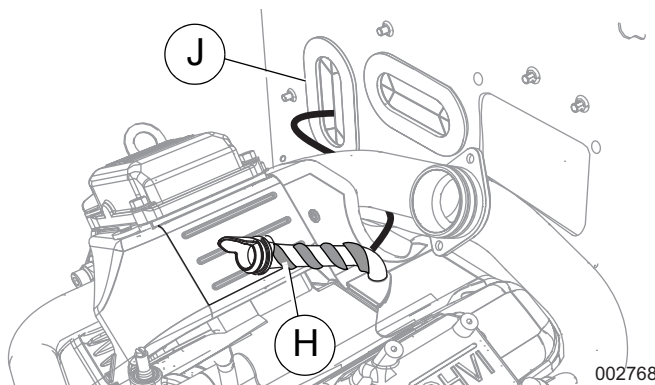

Figura 10. Envoltura de la manguera del generador (11 a 22 kW)
5. Vea la **Figura 10**. Enrolle el calefactor con el respiradero (H) alrededor de la manguera del respiradero, con una separación uniforme tal y como se muestra, con los cables conductores en la parte inferior. Una vez instalado, envuelva el calentador y manguera del respiradero con cinta de silicona (provista) para fijar el calentador.